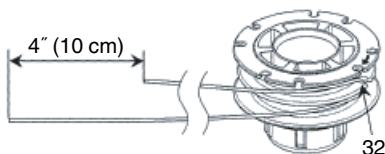

Fig. 38
- (2) Tras retirar la caja, saque el rollo y deseche la línea restante.
- (3) Doble la nueva línea de nylon por la mitad tal y como se muestra en la imagen. Enganche el extremo en forma de U de la línea de nylon en la ranura (32) de la división central del rollo. Bobine ambas mitades de la línea en el rollo en la misma dirección, manteniendo cada mitad de la línea en su propio lado de la separación. (Fig. 38)